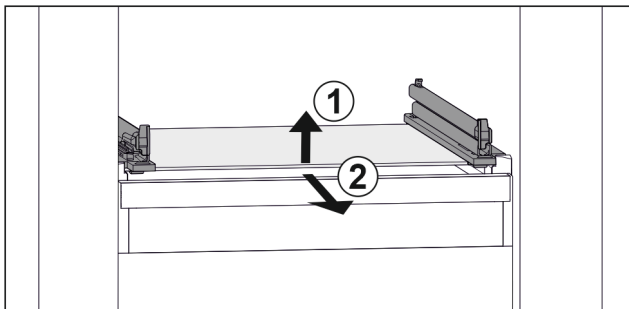

Fig. 106 Representación de la placa de vidrio a modo de ejemplo
- ▶ Levante la placa de vidrio por delante. Fig. 106 (1)
- ▶ Retire la placa de vidrio hacia adelante. Fig. 106 (2)